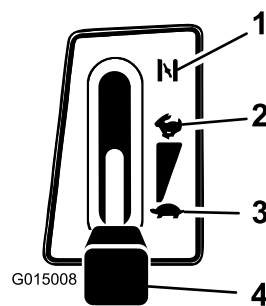

Figure 10
3. Placez la manette d'accélérateur en position de starter (Figure 10).
5. Lorsque le moteur a démarré, amenez progressivement la manette d'accélérateur en position haut régime (Figure 10). Si le moteur cale ou hésite, ramenez la manette d'accélérateur en position de Starter pendant quelques secondes, puis placez-la en position Régime maximum. Répétez l'opération si nécessaire.
1. Placez la manette d'accélérateur en position Régime maximum (Figure 10).